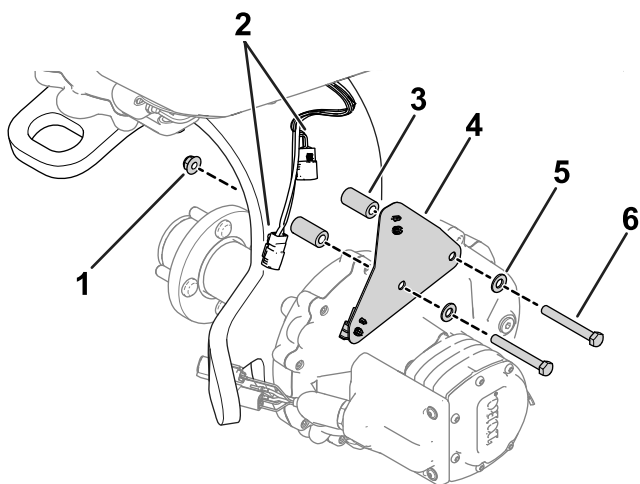

Рисунок 2
2. Снимите крепежные детали, с помощью которых кронштейн жгута проводов подсоединен к вилке поворотного колеса (Рисунок 2).